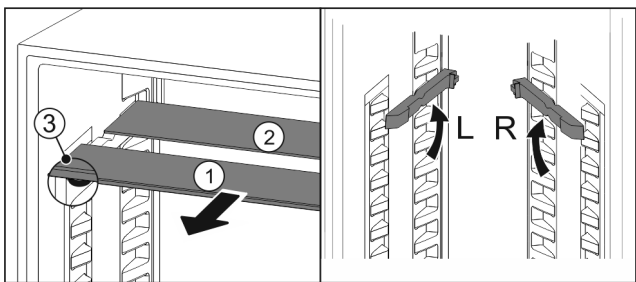

Fig. 48
- ▶ Steklene plošče posamično izvlecite Fig. 48 (1) naprej.
- ▷ Steklena plošča Fig. 48 (1) z okrasno letvijo je spredaj.
- ▷ Zaustavljalniki Fig. 48 (3) so obrnjeni navzdol.